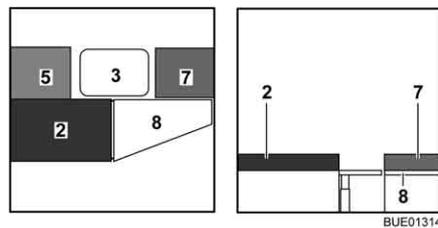

Fig. 134 Pendant la transformation
- Accrocher la rallonge latérale de lit (Fig. 134,8) dans les supports sur les banquettes.